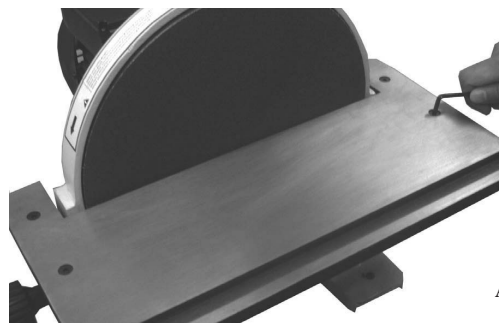

Abb. 04
3. Zwischen der Schleifscheibe und dem Arbeitstisch muss immer ein Abstand von ca. 1/16" eingehalten werden. Falls eine Justierung erforderlich ist, lösen Sie die vier Bolzen (Abb. 04) und verschieben Sie den Arbeitstisch in die richtige Position.